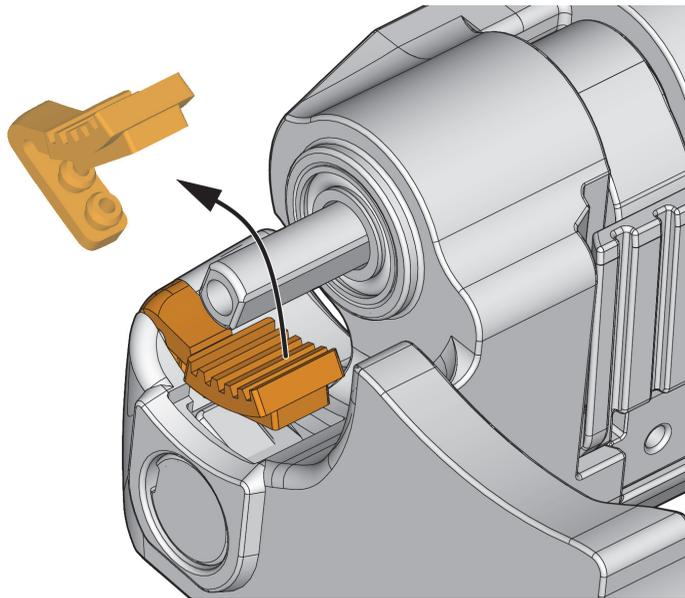

Figura 5-8 Extracción de pastilla de freno
3. Levante la pastilla de freno y extráigala para retirarla de los puntos de montaje (ver Figura 5-8 en la página 82).